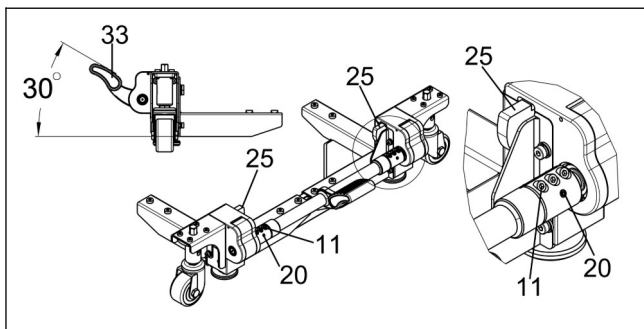

Abb.10
f. Drehen Sie die beiden Nocken „25“ in die äußerste Position; drehen Sie dann das Pedal „33“ in einen Winkel von 30° zum Boden und ziehen Sie die Befestigungselemente „11“ und „20“ fest. (siehe **Abb. 10**)
b. Treten Sie auf das Pedal „33“. Wenn der Abstand zwischen der Unterseite des Pedals „33“ und dem Boden zu gering ist, so dass es unmöglich ist, das Pedal mit dem Fuß anzuheben, lösen Sie bitte die in **Abb. 10** gezeigten Befestigungen „11“ und „20“, drehen Sie dann das Pedal „33“ nach oben in eine geeignete Position und ziehen Sie schließlich die Befestigungen „11“ und „20“ fest. (siehe **Abb.10**)